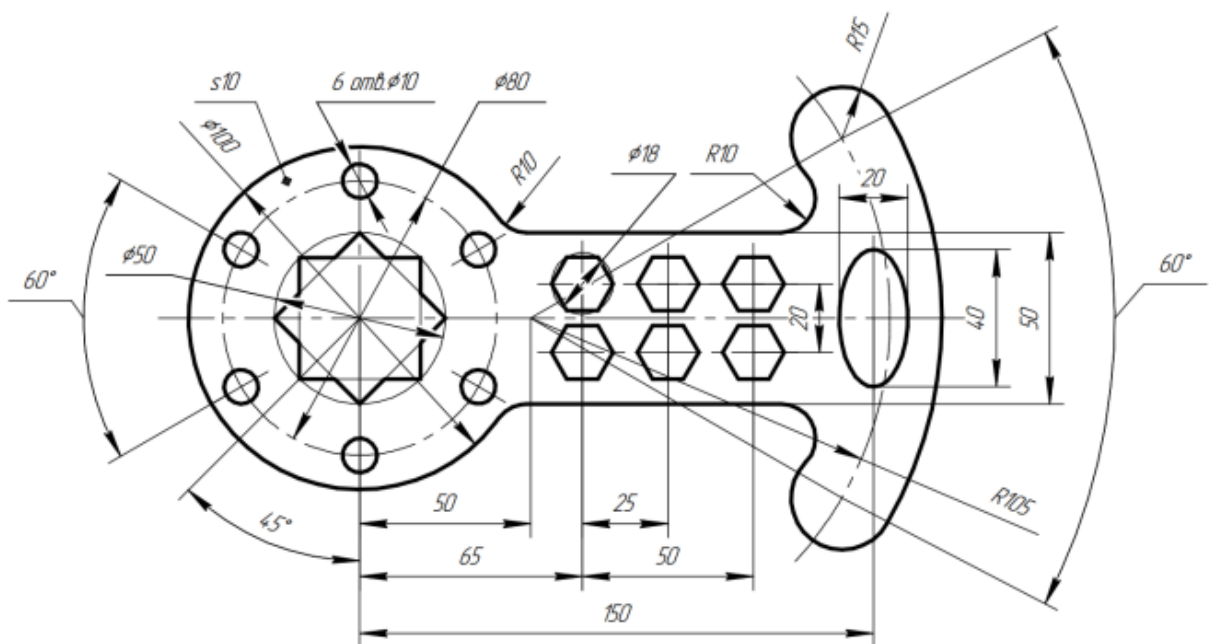

Рис. 1.1. Чертеж детали «Пластина»
- построить эскиз для модели детали «Пластина» (рис. 1.1).